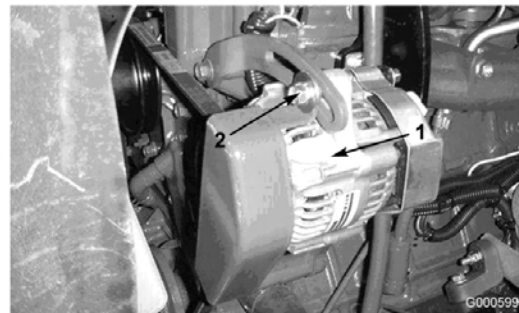

Bild 55
Prüfen Sie den Zustand und die Spannung der Treibriemen (Bild 55) alle 100 Betriebsstunden.
2. Lockern Sie bei einer Durchbiegung von mehr oder weniger als 10 mm die Befestigungsschrauben der Lichtmaschine (Bild 55). Erhöhen oder reduzieren Sie die Spannung des Lichtmaschinen-Treibriemens und ziehen Sie die Schrauben wieder fest. Prüfen Sie die Riemen Spannung noch einmal auf korrekte Einstellung.